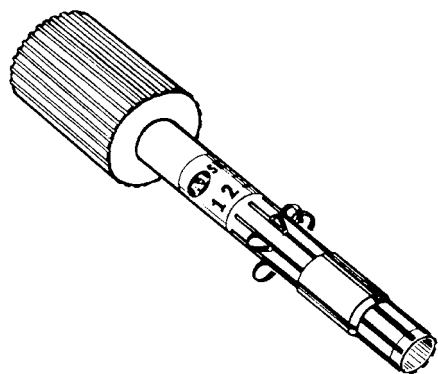

Рис. 5.25. Отмычка для замка под тубулярный ключ (С разрешения компании A-1 Security Manufacturing Corp.)
- ☐ Отмычки замков под тубулярный ключ (рис. 5.25)